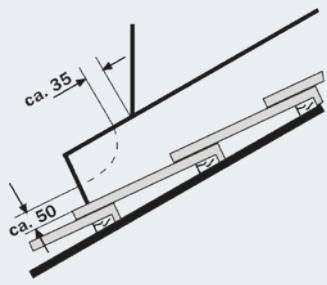

Abb. 5
- 6** Freigewählte Rundung anzeichnen und kerbfrei ausschneiden. Dabei die trauf- und kaminseitigen Mindestabstände beachten. (Abb.5)